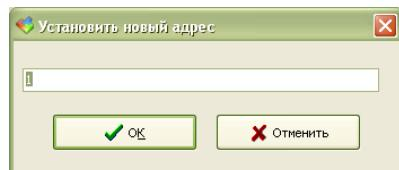

Рисунок 11 - Ввод адреса
4) При необходимости, установить новый адрес ККД в системе ОПС. Для этого надо выделить в таблице строку с ККД и выполнить команду «Адрес». Ввести требуемый адрес и нажать кнопку «OK» для записи нового адреса в ККД (рисунок 11).
6) В открывшемся окне в поле «Норма» установить требуемый режим работы шлейфов сигнализации в соответствии с подключенными извещателями (рисунок 11).